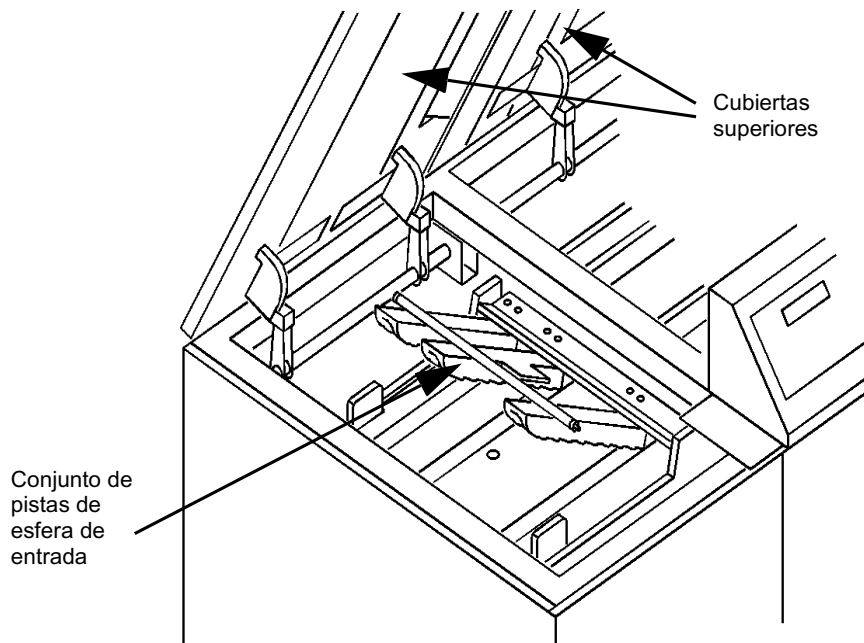

Figura 3-1: Cubiertas superiores y pistas de esfera de entrada
- 2 Abra ambas cubiertas superiores de la perforadora tal como se indica en la figura 3-1.
- 3 Abra (levante) las pistas de esfera de entrada tal como aparece en la figura 3-1 y retire el papel que pueda estar atascado en el área. Además, revise que no haya atascos de papel en el dispositivo de acabado de la impresora y la bandeja de salida.